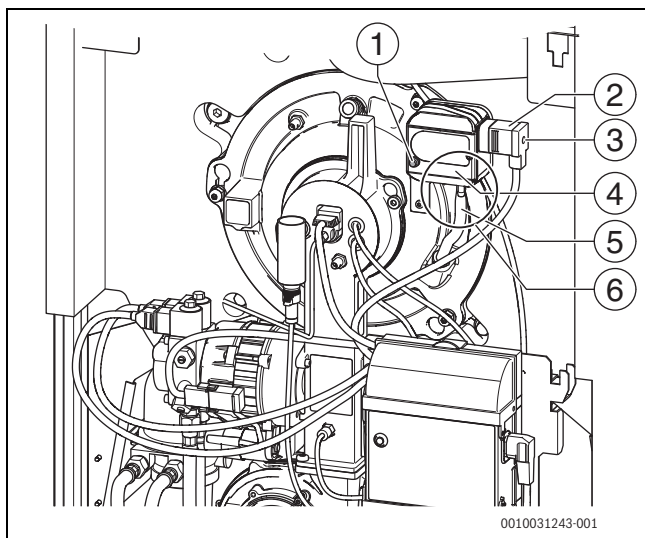

Bild 87 Störung am Druckwächter zurücksetzen
- ▶ Bei Teileaustausch im Reparaturfall auf die korrekte Zuordnung der Messleistungen gemäß Bild 87 und 88 achten!